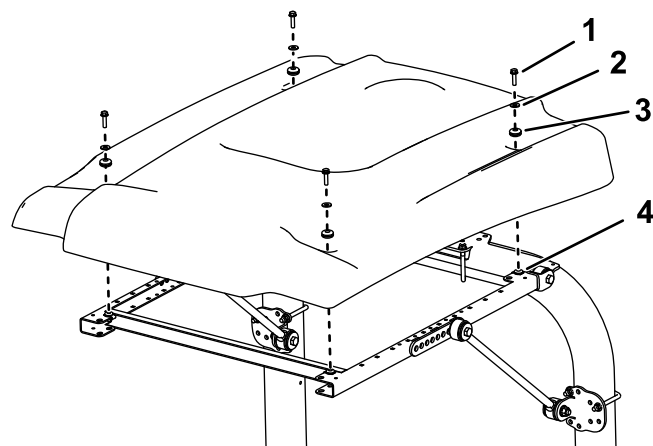

Figura 14
16. Alinee los taladros de montaje y posicione el toldo sobre el bastidor, según se muestra en Figura 14.
17. Sujete provisionalmente cada esquina del toldo al bastidor con un perno con arandela prensada ($\frac{5}{16}$ " x $1\frac{1}{4}$ "), una arandela pequeña y un anillo de goma (Figura 14).